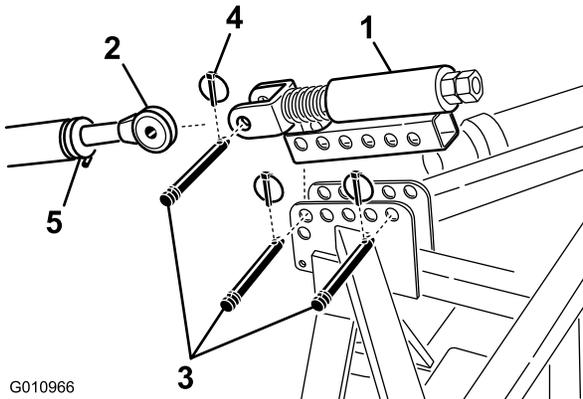

Figura 9
1. Montate l'attacco superiore a molla sulla staffa dell'arieggiatore con due perni d'attacco e due acciarini (Figura 9)
2. Allentate il dado di bloccaggio sull'attacco superiore dell'unità motrice. Allineate la lunghezza dell'attacco superiore alla staffa dell'attacco superiore a molla montato sull'arieggiatore (Figura 9).
3. Inserite l'attacco superiore dell'unità motrice nella staffa dell'attacco superiore a molla e fissate insieme i due elementi con un perno d'attacco e un acciarino (Figura 9).
6. Ruotate l'attacco superiore fino a comprimere la molla di circa 13 mm (Figura 9).